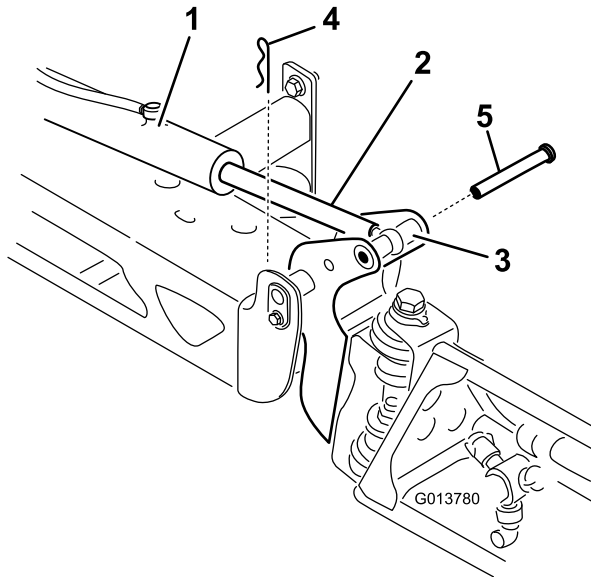

Figura 103
2. Togliete la coppiglia dal perno di articolazione (Figura 103).
3. Sollevate la barra, togliete il perno (Figura 103) e fate scendere lentamente la barra a terra.
9. Tenete ferma la barra e inserite il perno attraverso il perno della barra e l'asta dell'attuatore (Figura 103).